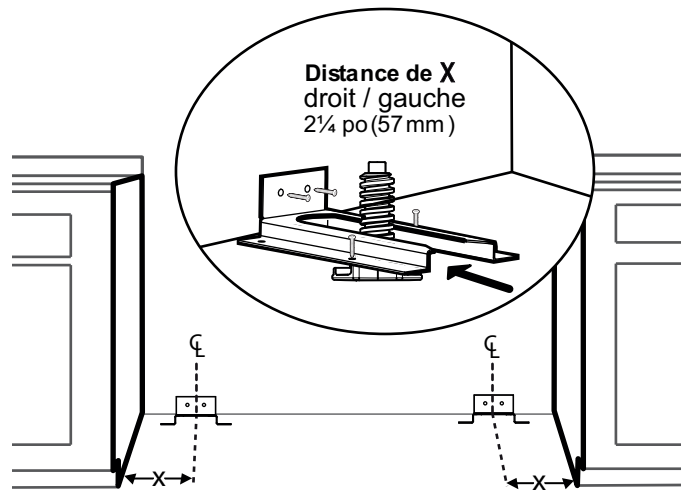

Figure 7 : Mise en place de la patte antibasculé
- Placez la patte sur l'emplacement comme indiqué à la Figure 7.